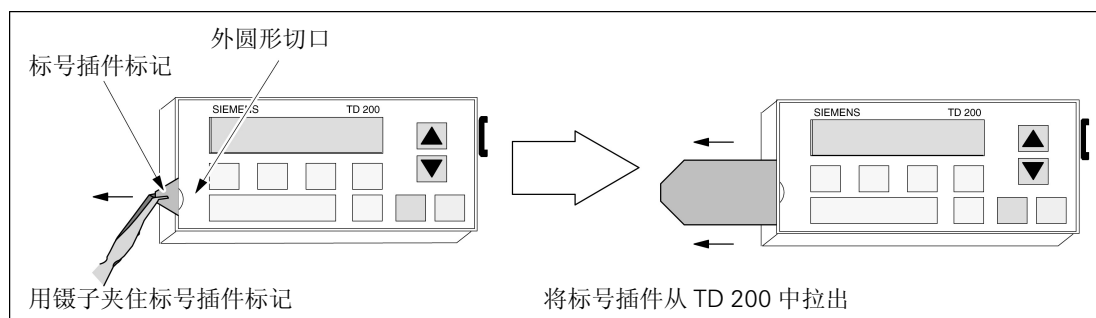
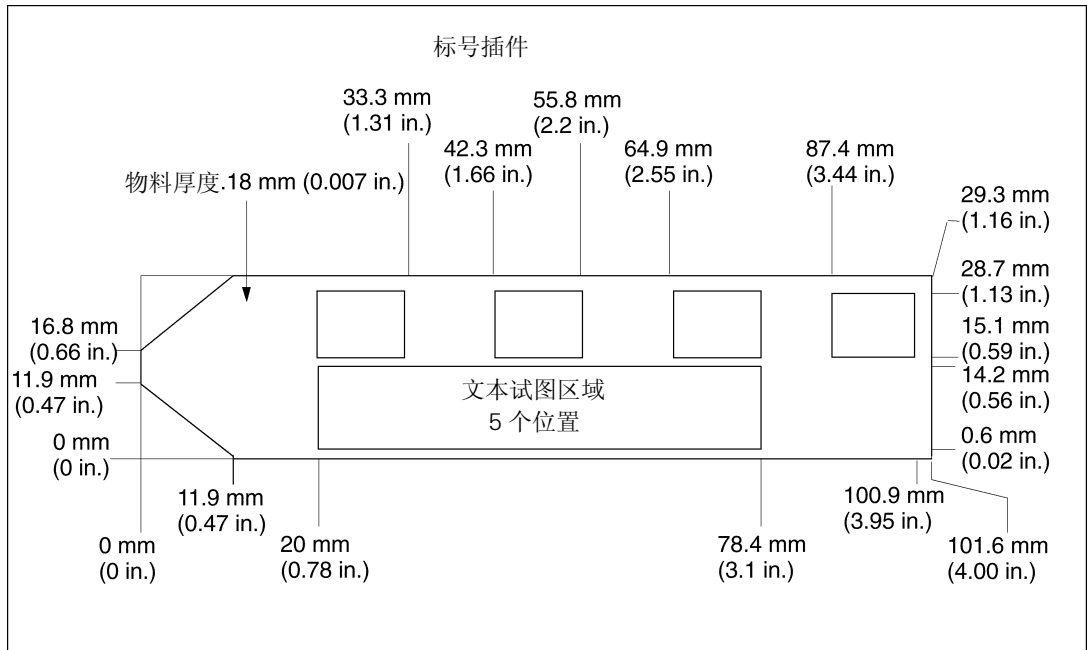

图 1-2 TD 200 键盘标号插件
图 1-3 客户化 TD 200 键盘
键盘具有一个可移动的标号插件（见图 1-2），这样就可提供一个用户键盘样板。图 1-3 示出 TD 200 键盘标号插件的尺寸。
1. 用一把尖头镊子从半圆形开口处取出标号插件(见图 1-2)。
3. 在反面客户化标号插件，或按照图 1-3 所给出的指导尺寸建立客户键盘样板。